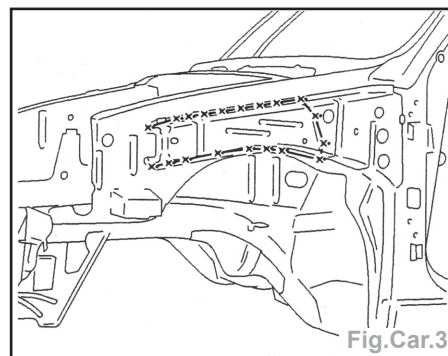

Fig.Car.3
- Déposer le renfort de doublure d'aile partiel (Fig.Car.3).